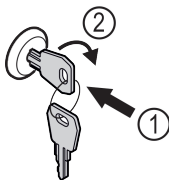

Fig. 161 Reprezentare exemplificatoare
- ▶ Introduceți cheia prin apăsare Fig. 161 (1).
- ▶ Rotiți cheia cu 90° în sensul acelor de ceasornic Fig. 161 (2).